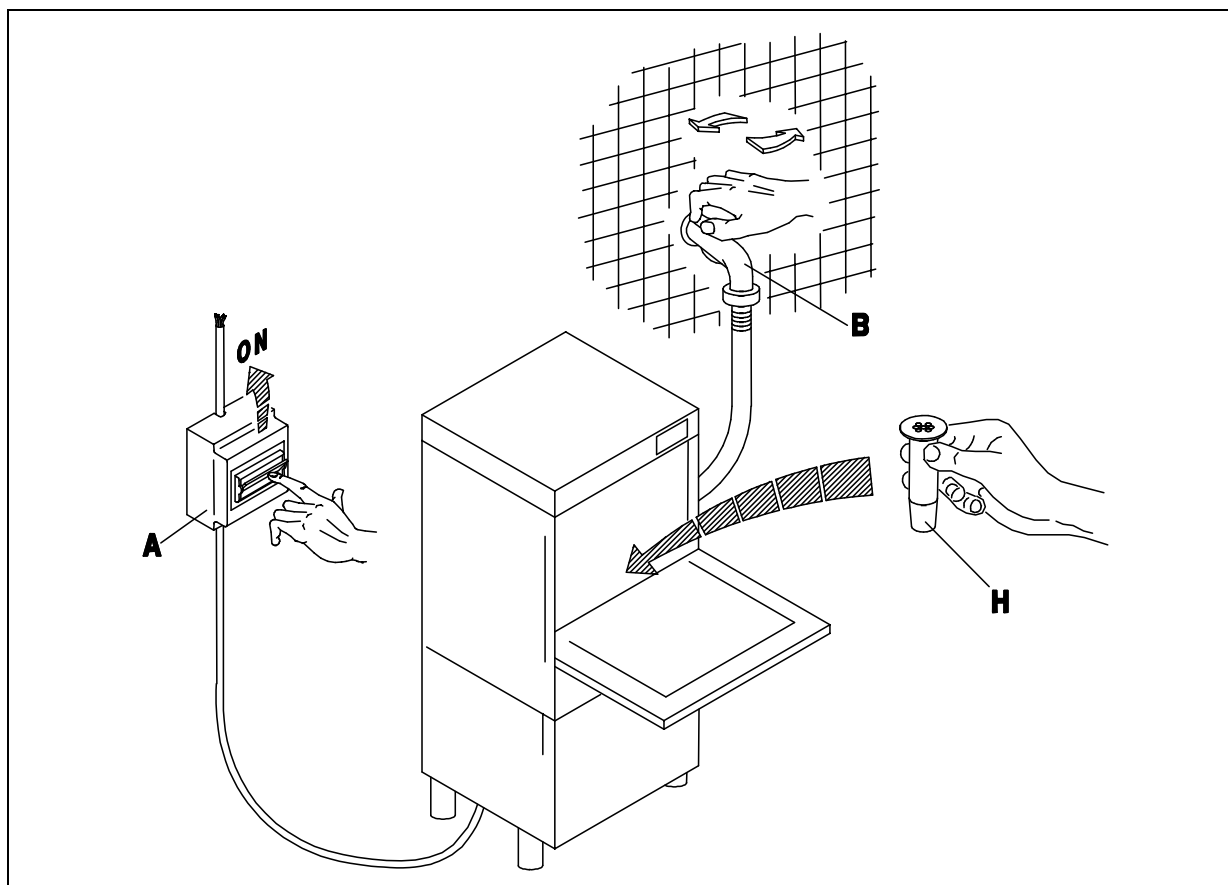

Fig. 3-1
- Aprire il rubinetto dell'acqua (B), inserire l'interruttore generale (A). Attivare l'interruttore principale dell'apparecchio (1), ne conseguirà l'accensione della spia (A) evidenziando che la macchina è sottoposta a tensione. A porta chiusa l'apparecchio si riempie d'acqua e alla fine del carico, si inseriscono automaticamente le resistenze della vasca e del boiler in alternanza. Il funzionamento delle resistenze è reso visibile dall'accensione delle spie (D) ed (E). Quando entrambe le spie si spengono l'acqua avrà raggiunto le temperature impostate e l'apparecchio sarà pronto per iniziare il lavaggio. (fig. 3-1÷3-2)
- Turn on the water tap (B) and switch on the master switch (A). Turn the appliance ON switch (1), which will cause the warning light (A) to illuminate, indicating that the machine is live. When the door is closed the appliance fills with water. When it is full, the tub and boiler heating elements come on automatically in alternation. When the elements are activated, the warning lights (D) and (E) are illuminated. When both warning lights go out the water has reached the set temperature and the appliance is ready to begin the washing cycle. (fig. 3-1÷3-2)
- Öffnen Sie den Wasserhahn (B) und betätigen Sie den Hauptschalter (A). Beim Betätigen des Hauptschalters (1) am Geschirrspüler wird die Anzeige (A) aufleuchten, an der Sie erkennen können, daß die Maschine unter Spannung steht. Bei geschlossener Tür läuft Wasser in die Maschine; ist die nötige Wassermenge einmal erreicht, so schalten die Heizungen des Tanks und des Boilers automatisch, eines nach dem anderen, ein. Der Betrieb der Widerstände wird durch das Aufleuchten der Anzeigen (D) und (E) erkennbar. Beide Leuchtanzeigen erlöschen, wenn das Wasser eine vorbestimmte Temperatur erreicht hat, d. h. wenn die Maschine betriebsbereit ist. (fig. 3-1÷3-2)
- Ouvrir le robinet (B) et insérer l'interrupteur général (A). Ouvrir l'interrupteur principal de l'appareil (1), le voyant (A) s'allumera ce qui signifie que la machine est branchée. L'appareil se remplit d'eau avec porte fermée et à la fin du chargement les éléments chauffants de la cuve et du boiler entrent automatiquement en action en alternance. Les voyants (D) et (E) s'allument quand les éléments chauffants fonctionnent. Les deux voyants s'éteignent dès que l'eau a atteint la température programmée et l'appareil est prêt pour commencer le lavage. (fig. 3-1÷3-2)
- Abrir el grifo del agua (B), conectar el interruptor general (A). Activar el interruptor principal del aparato (1); el encendido de la luz testigo (A) indica que la máquina está en tensión. Con puerta cerrada el aparato se llena de agua y cuando la carga esté terminada se conectarán automáticamente las resistencias del tanque y de la caldera en la alternación. El funcionamiento de las resistencias es señalado por el encendido de las luces indicadoras (D) y (E). Cuando ambas luces se apaguen, el agua habrá alcanzado la temperatura programada y el aparato estará listo para empezar el lavado. (fig. 3-1÷3-2)
- Abrir a torneira de água (B), acionar o interruptor geral (A). Acionar o interruptor principal do aparelho (1), a luz (A) se acende evidenciando que a máquina esta sob tensão. Uma vez fechada a porta se enche de água e no final, as resistencias do cuba e do boiler começam a funcionar automaticamente na alternação. As luzes (D) e (E) indicam o funcionamento das duas resistencias. Quando ambas se apagarem é porque a temperatura alcançou seu nível desejado e a máquina estará pronta para iniciar a lavagem. (fig. 3-1÷3-2)
- Draai de waterkraan (B) open en schakel de hoofdschakelaar (A) in. Schakel de hoofdschakelaar van het apparaat (1) in waarna het lampje (A) gaat branden waaruit blijkt dat de machine onder stroom staat. Als de deur dichtgedaan wordt, loopt het apparaat vol met water en na afloop van het vollopen worden de verwarmingselementen van de kuip en van de boiler automatisch ingeschakeld in de afwisseling. De werking van de verwarmingselementen blijkt uit het feit dat de lampjes (D) en (E) gaan branden. Als allebei de lampjes uitgaan dan heeft het water de ingestelde temperatuur bereikt en is het apparaat klaar om met het afwasprogramma te beginnen. (Afb. 3-1 - 3-2)
- Doe na het vollopen de deur open (I) en doe er afwasmiddel in (ongeveer 2 g per liter inhoudscapaciteit van de kuip). Doe de beladen korf (L) erin en doe de deur (I) dicht. Druk nu op de START knop (3) waarna (minstens 2 seconden) het afwasprogramma zal beginnen dat aangegeven wordt door het controlelampje (C): het einde van het programma valt samen met het uitgaan van dit lampje. Om de machine uit te schakelen moet u de schakelaar (1) uitschakelen door hem op de stand (0) te zetten, lampje (A) uit (Afb. 3-1 ÷ 3-3).